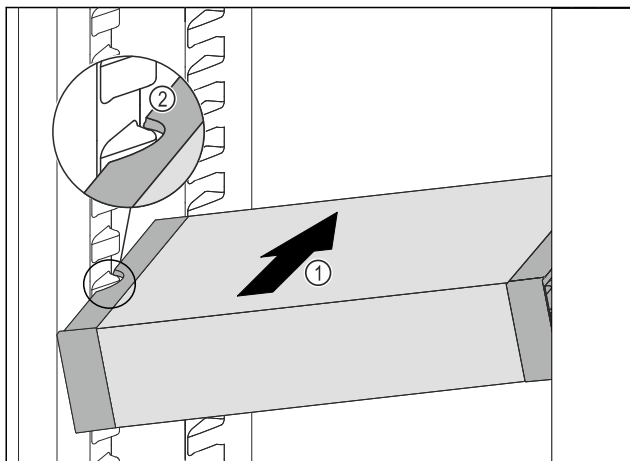

Fig. 101
- ▶ Вдвигайте VarioSafe под наклоном в холодильное отделение Fig. 101 (1), пока боковые выемки Fig. 101 (2) VarioSafe не окажутся на высоте выступа резервуара в холодильном отделении.